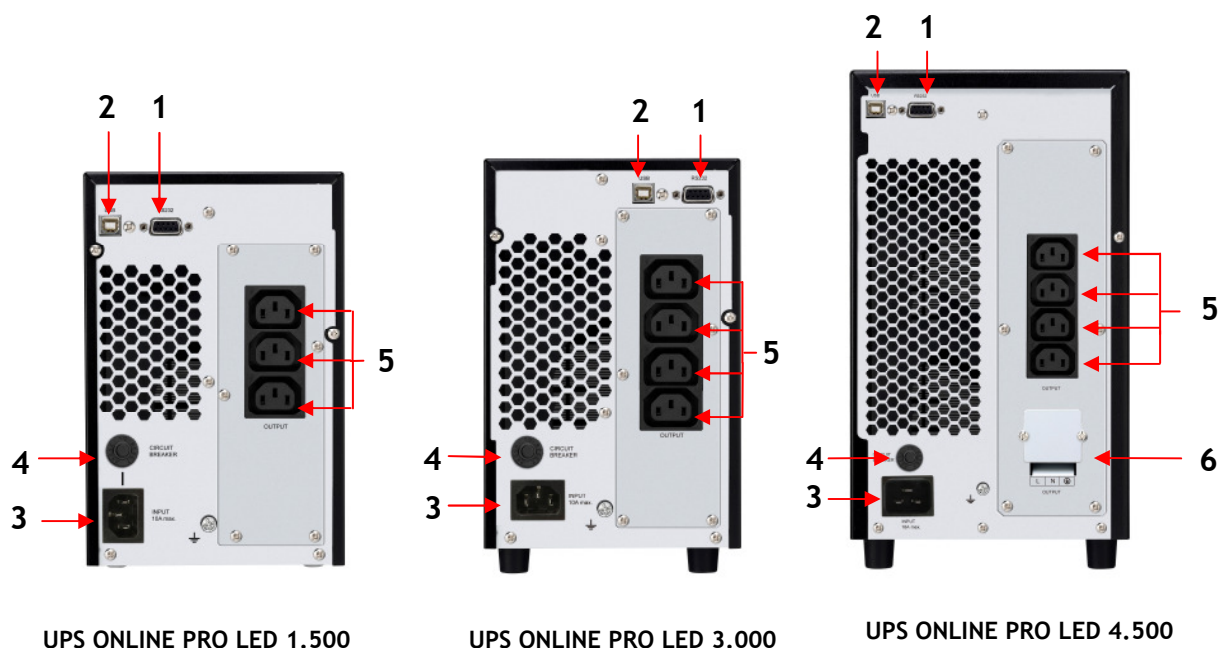

Figura 4 - Pannello Posteriore
1. Tramite il cavo di alimentazione in dotazione collegare la presa d'Ingresso rete (vedi figura 4) ad una presa di alimentazione elettrica che deve avere obbligatoriamente una connessione a terra secondo le norme vigenti. Verificare accuratamente il collegamento a terra della presa d'alimentazione elettrica.